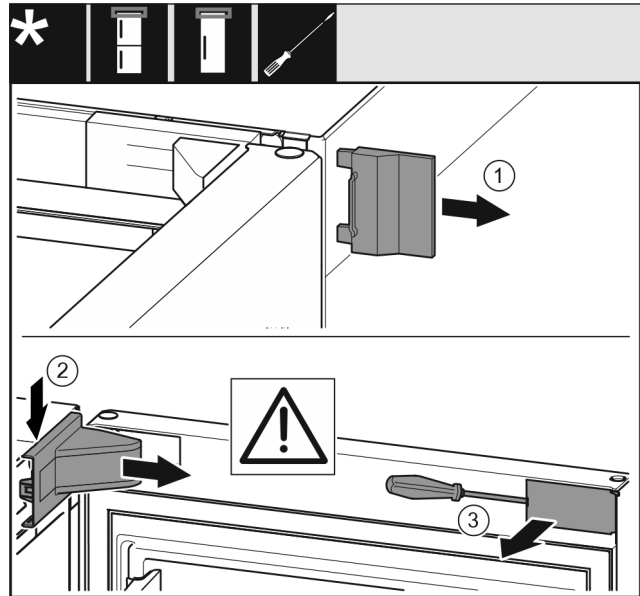

Fig. 9
- ▶ Vegye le a külső fedelelet. Fig. 9 (1)
- ▶ Pattintsa ki és oldja ki a csapágybak fedelét. Vegye le a csapágybak fedelét. Fig. 9 (2)
- ▶ Pattintsa ki a takarólemezt lapos csavarhúzóval, és fordítsa oldalra. Fig. 9 (3)